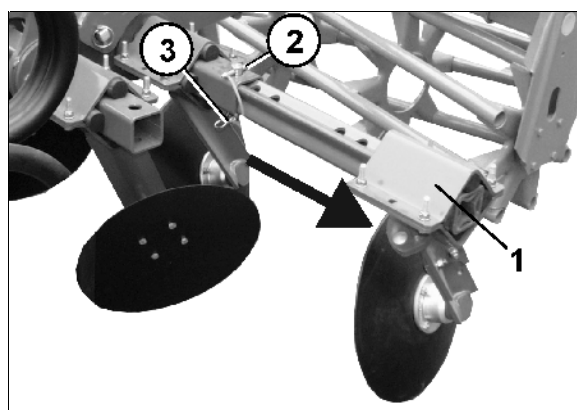

Fig. 34
Placera båda yttertallrikarna (Fig. 34) i arbetsläge:
- o dra ut yttertallrikarna (Fig. 34/1) och spärra dem i detta läge med sprint (Fig. 34/2) och låssprint (Fig. 34/3).